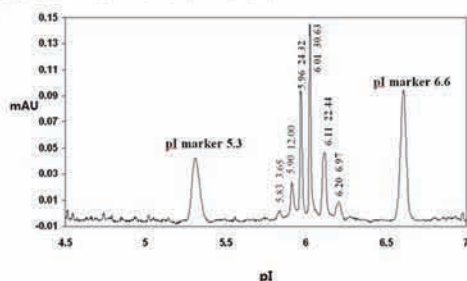
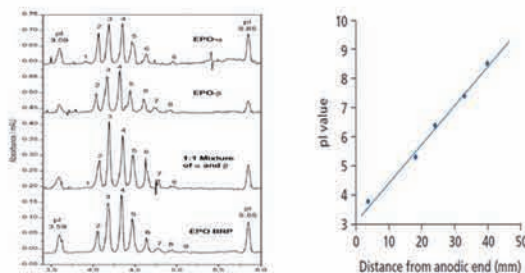

图1-1: 蛋白质药物pI点的准确测定 (均一性研究)
图1-2: 不同来源 EPO 的 pI 点测定 (多肽类兴奋剂的检测)
**应用1: 直接、准确、快速的蛋白质 pI 点测定:** 分析时间小于10 分钟, 测定准确而且重复性出色, 常规方法难以与其相比拟 (见图1-1和图1-2)